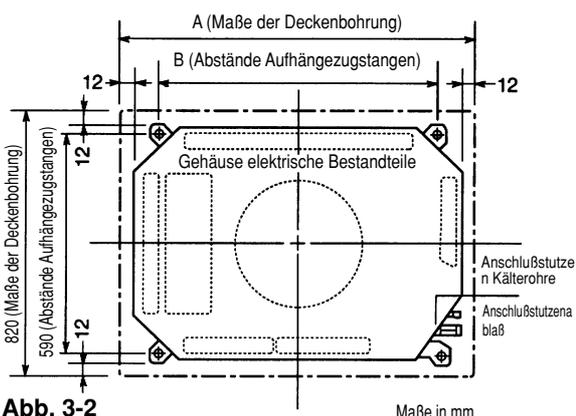

Abb. 3-2
- (2) Bei der Deckenbohrung, sich an die Abb. 3-2 und die Tabelle 3-1 halten.